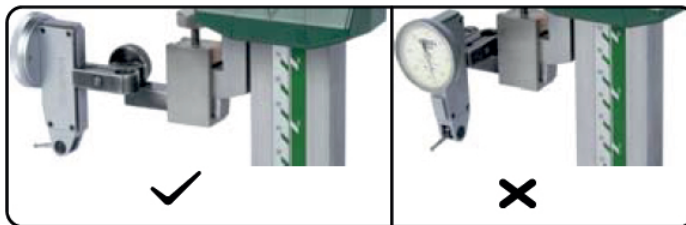

Abb. 3
- » Installieren Sie die Messuhr ordnungsgemäß (siehe Abb. 3).